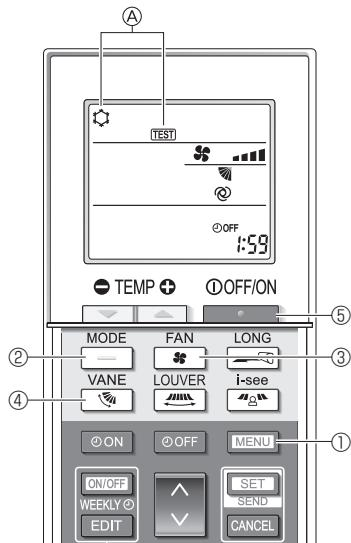

Fig. 8-5
- Appuyez sur la touche **[MENU]** ① pendant 5 secondes. (Fig. 8-5)
- Appuyez sur la touche **[MENU]** ①.
La mention ④ [TEST] et le mode de fonctionnement en cours sont affichés. (Fig. 8-5)
- Appuyez sur la touche **[—]** ② pour activer le mode refroidissement, puis vérifiez que de l'air froid est soufflé par l'appareil.
- Appuyez sur la touche **[—]** ③ pour activer le mode chauffage, puis vérifiez que de l'air chaud est soufflé par l'appareil.
- Appuyez sur la touche **[■]** ④ et vérifiez que la vitesse du ventilateur change.
- Appuyez sur la touche **[Wi-Fi]** ⑤ et vérifiez que l'ailette automatique fonctionne correctement.
- Appuyez sur la touche **[■]** ⑥ pour terminer l'essai de fonctionnement.